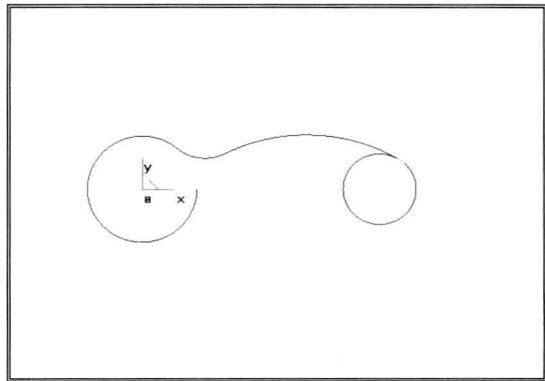

图 1-2-5 手柄图形绘制（四）
7) 单击菜单【造型】→【曲线编辑】→【曲线过渡】命令，或直接单击  按钮，在立即菜单中选择“圆弧过渡”，设置过渡半径为 12、精度为 0.01、“裁剪曲线 1”、“裁剪曲线 2”，按状态栏提示分别拾取 $R15$ 圆和 $R50$ 圆为过渡曲线，产生圆弧过渡，绘图结果如图 1-2-5 所示。